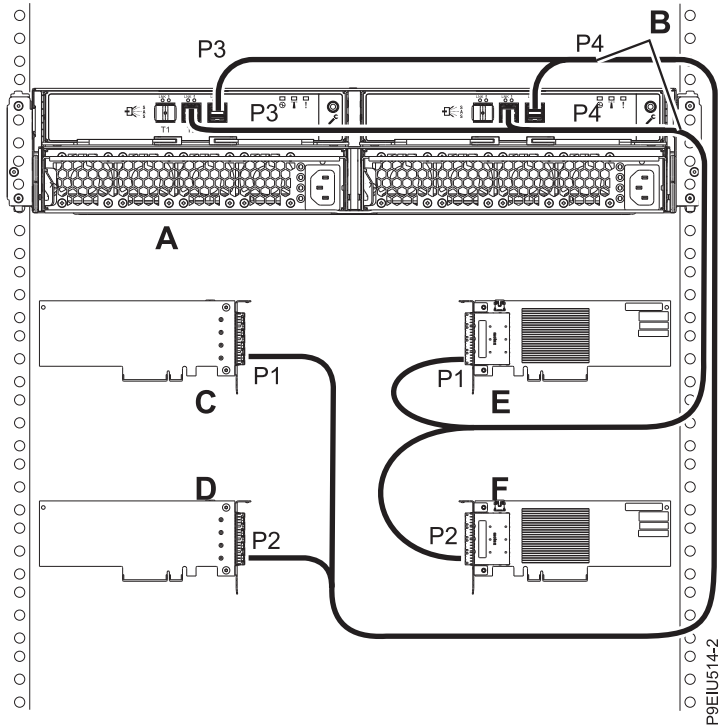

図 19. 4 つの独立した FC EJ0J または FC EJ0M の SAS アダプターへの X12 ケーブルを使用した、1 台の ESLL ストレージ・エンクロージャーまたは ESLS ストレージ・エンクロージャーのモード 4 接続
19. 4 つの独立した FC EJ0J または FC EJ0M の SAS アダプターへの X12 ケーブル (B) を使用した、1 台のエンクロージャー (A) のモード 4 接続を実行します (22 ページの図 19 を参照)。次に、23 ページの『ケーブルと電源コードの接続およびカバーの取り付け』に進みます。